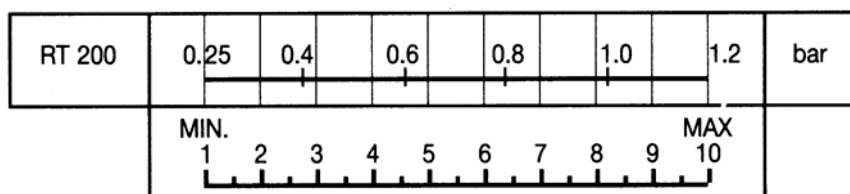

Рис. 5
Этот прибор контролирует давление генератора и поддерживает его между фиксированными максимальными и минимальными значениями. Далее приводятся инструкции по калибровке модели DAN-FOSS RT 200 с диапазоном 2-6 бар (см. Рис. 5). В случае применения других моделей реле давления необходимо проконсультироваться со специальной документацией, идущей вместе с реле давлениями.
- а) Вращайте ручку регулятора (1) до тех пор, пока указатель шкалы (2) не достигнет значения давления, с которого начнет работать горелка;
- б) Снимите крышку реле давления и поставьте барабан (3) на выбранном значении для дифференциала (горелка остановлена) на основе диаграммы на Рис. 5; дифференциал достигает значения, указанного в пункте а).